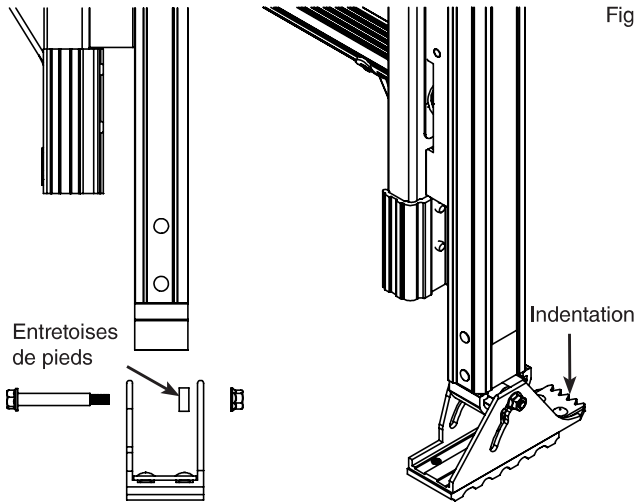

Fig. 7
5. En vous assurant que l'indentation est à l'arrière de l'échelle, fixez les pieds préalablement ôtés de l'échelle à la niveleuse. En partant du centre de l'échelle, passez le boulon à travers la fente de chaque pied puis à travers le trou inférieur de la niveleuse. L'entretoise de pieds va entre l'extérieur de la niveleuse et à l'intérieur du pied. (Fig. 7) À l'aide de la douille et de la clé de 7/16 po (11 mm), serrez l'écrou du boulon de chaque pied. (Fig. 7)